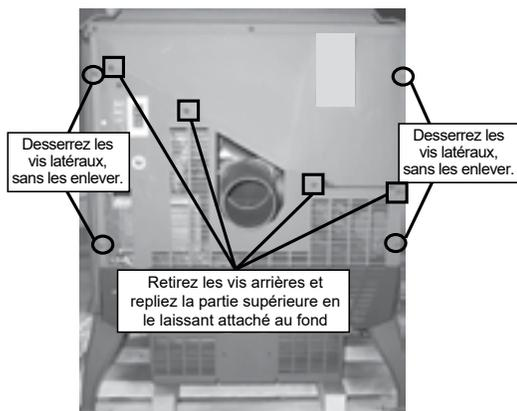

Figure 25.1
- Retirez 4 vis de l'écran du bas et faire pivoter le haut de l'écran vers vous en laissant le bas attaché au poêle (**Figure 25.1**).